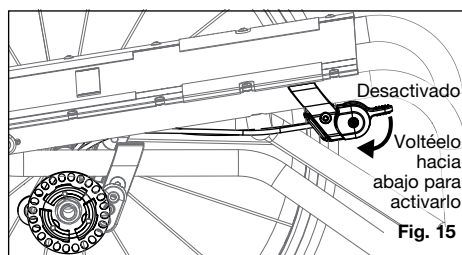

Fig. 15
1. Accione la palanca hasta la posición de desactivación (Fig. 15).
1. Accione la palanca hasta la posición de desactivación (Fig.15).